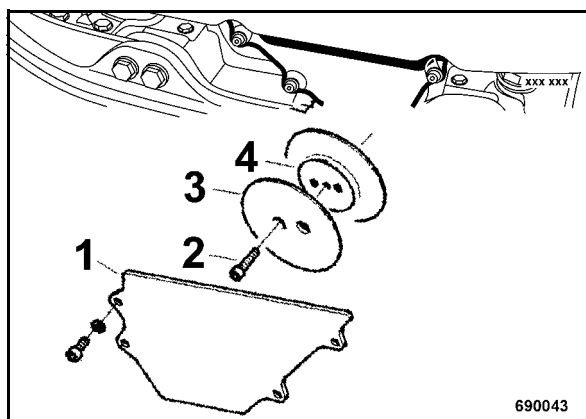

рис. 76
- Демонтировать предохранительную крышку 1 (рис. 76).
- Ослабить винт (2).
- Установить предохранительную крышку (1).